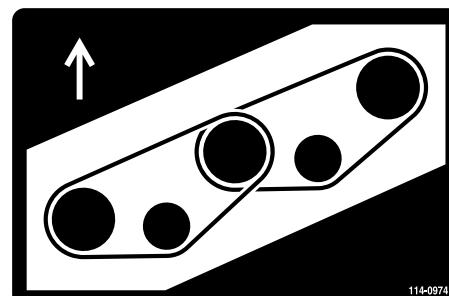
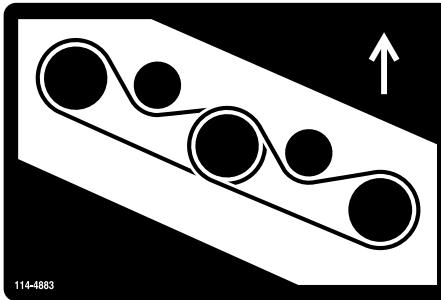

Bild 97
Bild 98
7. Verlegen Sie den neuen Riemen um die Spindelscheiben und die Spannscheiben (Bild 97 und Bild 98).